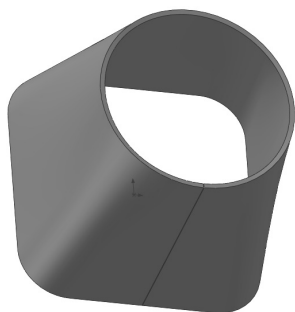

图 10-40 生成的放样折弯特征
4) 单击“钣金”工具栏中的（放样折弯）按钮，或选择“插入”→“钣金”→“放样的折弯”菜单命令，或者单击“钣金”面板中的“放样折弯”按钮，弹出“放样折弯”属性管理器，在图形区域中选择两个草图，起点位置要对齐。输入厚度值“1”，单击（确定）按钮，结果如图 10-40 所示。